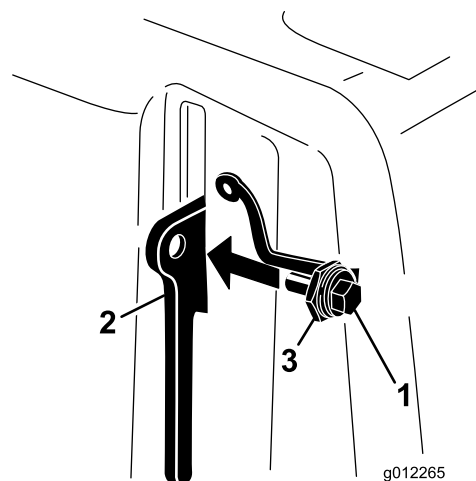

Figure 18
3. Vissez le boulon dans le levier de verrouillage (Figure 18).